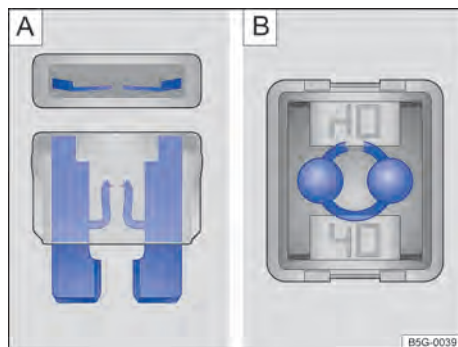

Fig. 155 Fusível queimado: **A** fusível plano, **B** fusível de bloqueio.
- Um *fusível plano* (ATO®, MINI®) queimado é reconhecido de cima ou de lado pela carcaça transparente nas faixas metálicas derretidas → Fig. 155 **A**.
- Um *fusível de bloqueio* (JCASE®) queimado é reconhecido pelas faixas metálicas derretidas por cima da carcaça transparente → Fig. 155 **B**.